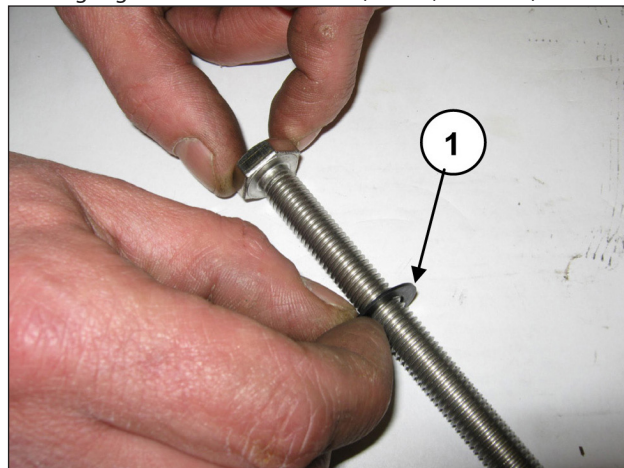

Abb. 136
Setzen Sie die Unterlegscheibe $\text{Ø}10 \times 18 \times 0,9$ auf die Befestigungsschraube des Kolbens (Pos. ①, Abb. 136).